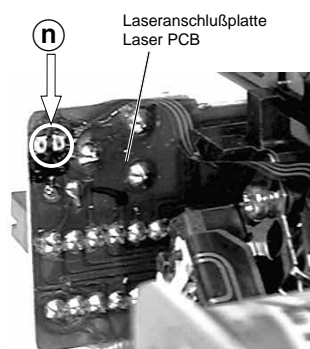

Fig. 13
Bei Ausbau der CD-Lasereinheit muß vor Abziehen der Steckverbindungen eine Schutzlötstelle (N) auf der Leiterplatte der Lasereinheit angebracht werden, um eine Zerstörung der Laserdiode durch statische Aufladung zu vermeiden (Fig. 13).
When removing the Laser pick-up, the pick-up PCB must be provided with a protective soldered joint (N) before unplugging the connectors to avoid damage to the Laser diode by static charges (Fig. 13).
Die Laserdiode ist gegen statische Aufladung beim Transport kurzgeschlossen. Nach dem Einbau und Anschluß der Lasereinheit muß die Kurzschlußlötstelle (n) (Fig. 13) auf der Laseranschlußplatte aufgelötet werden.
The laser diode is short-circuited for protection against static charges during transportation. After fitting the laser unit the soldered short circuit (n) (Fig. 13) on the laser connection board must be opened.